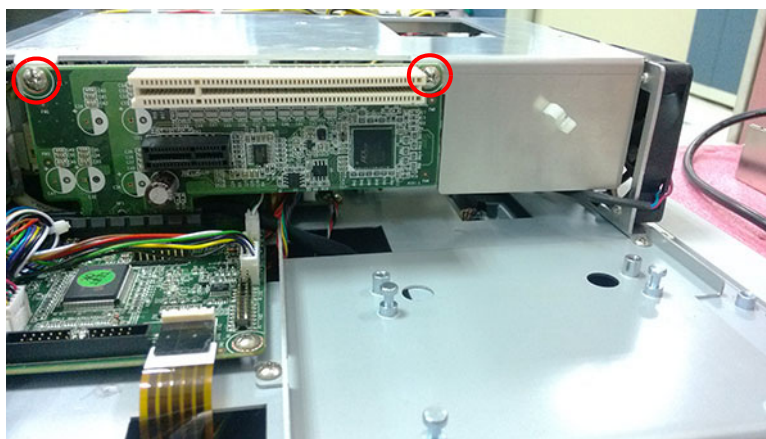

图 2.10：
2. 将转接卡上两颗螺丝拆除（如图 2.10 所示），然后将转接卡向上拔出。